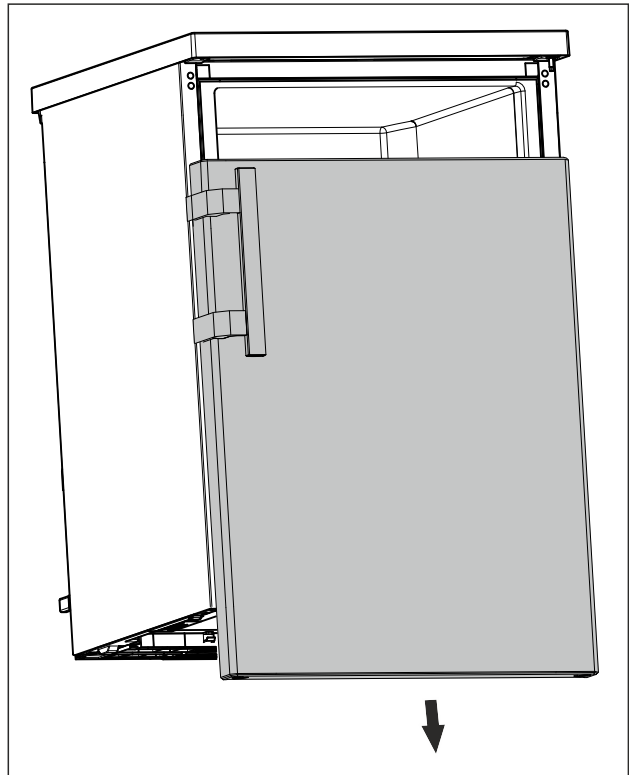

Fig. 17
- Tag døren af nedefter. (se Fig. 17)